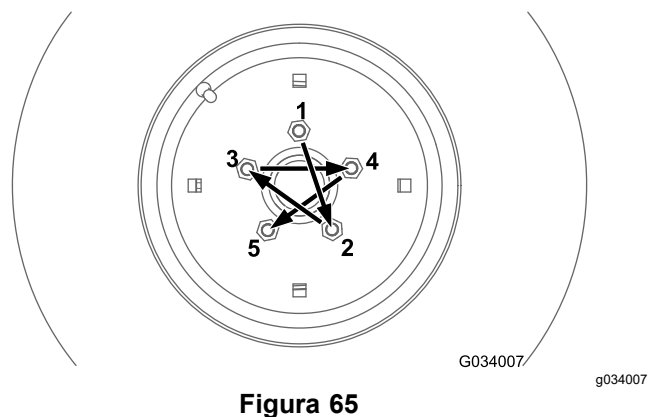
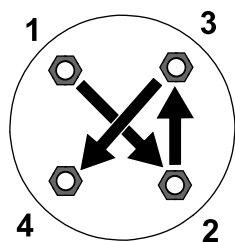

Figura 65
Figura 66
Serrate i dadi delle ruote anteriori e posteriori (solo macchine con trazione integrale) secondo lo schema illustrato nella Figura 65 e nella Figura 66 alla coppia specificata.
- Ruote anteriori: fate riferimento a Figura 65
- Ruote posteriori (solo macchine con trazione integrale): fate riferimento alla Figura 66